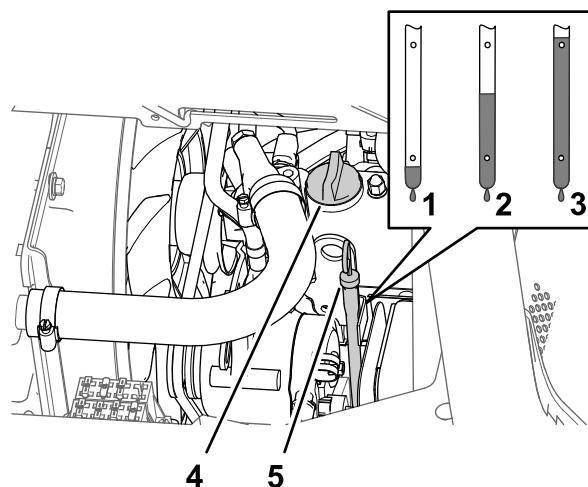

図 80
5. エンジンバルブカバー図 80 からオイル補給口のキャップを取り、所要量の約 80% のオイルを入れる。
6. ディップスティックの目盛りで油量を点検する 図 80。
7. ディップスティックの FULL マークに達するまで補給口から残りのオイルをゆっくりと補給する 図 80。
8. 補給口にキャップとディップスティックを取り付ける 図 80。